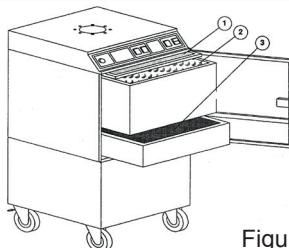

Figura 1
El filtro mecánico móvil está diseñado para la aspiración localizada y eficaz filtración de humos de soldadura. Existen modelos específicos para uno o dos brazos con distintas potencias de aspiración y modelos con filtro de carbón activo, así como accesorios para puesta en marcha y parada automática, interruptor en la campana del brazo o luz en la boca de aspiración. El aire contaminado es aspirado por la boca del brazo y canalizado a través de éste hasta la unidad de filtros. Las partículas más gruesas son retenidas por el prefiltrado (1) fácilmente recambiable. A continuación el filtro principal (2) retiene eficazmente las partículas más finas con un grado de separación de más del 99 %. Los gases nocivos pueden ser absorbidos por un filtro de carbón activo (3). Modelos específicos. El aire purificado es aspirado por el ventilador y devuelto al taller (ver figura 1). El filtro mecánico móvil está diseñado para la eficaz aspiración y filtración de humos de soldadura.